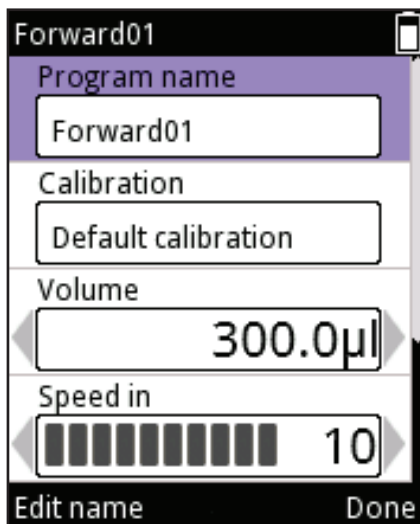

Figura D38.
- Al nuovo programma viene assegnato un nome predefinito modificabile. Scorrere fino a **Program name** (Nome programma) e premere (**Edit name**) (Modifica nome) (Figura D38). Per aggiungere un testo, vedere la sezione D.3.1.1 su come usare il tastierino virtuale per modificare il nome. Il numero massimo di caratteri in un nome di Programma è 50. Usare i tasti freccia , per scorrere l'intero nome se non è completamente visibile nel campo. Premere (**Done**) (Fine) quando le modifiche sono terminate.